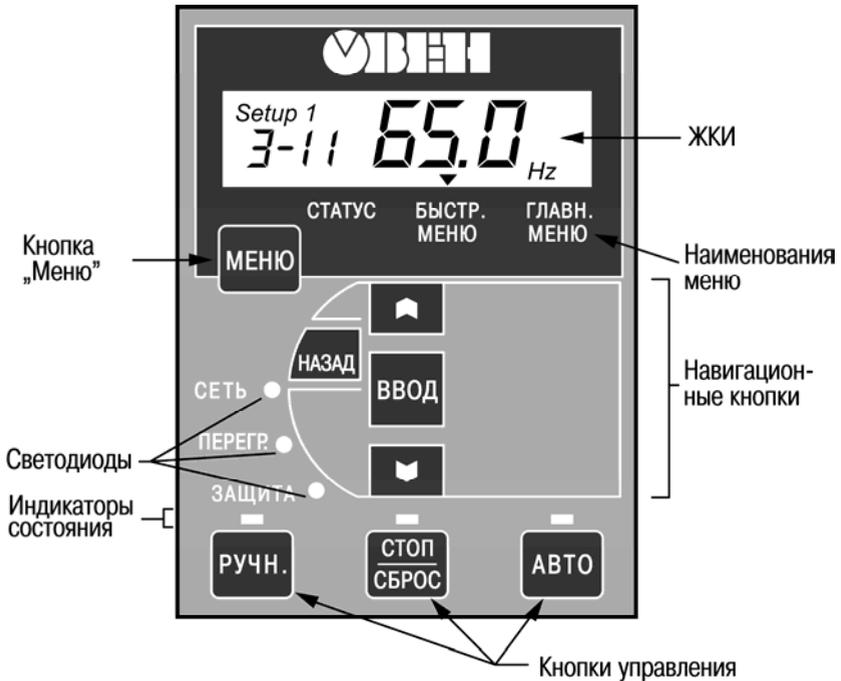
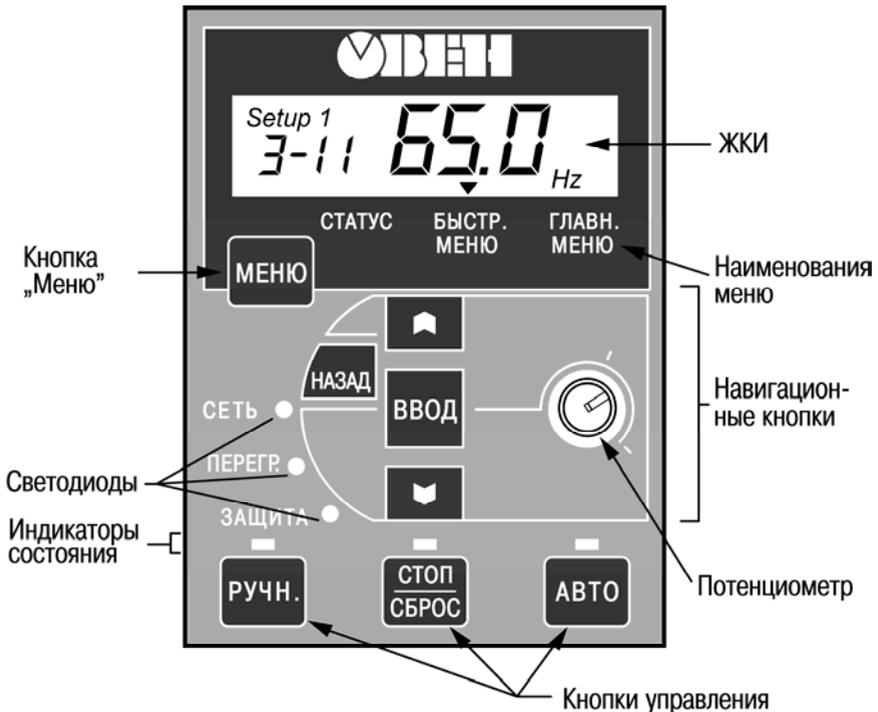

Рисунок 3.1 – ЛПО2 – Локальная панель оператора (без потенциометра) ПЧВ. Элементы индикации и управления
Рисунок 4.1 – ЛПО1 – Локальная панель оператора (с потенциометром) ПЧВ. Элементы индикации и управления
Отсек подключения локальной панели оператора расположен в верхней части лицевой панели прибора (см. рисунок 3.1).
В центре верхней части отсека расположен разъем подключения ЛПО (см. рисунок 3.1); этот же разъем используется для подключения кабеля дистанционного управления прибором (кабель служит для соединения прибора с ЛПО).
4.1.1 ЛПО1 разделена на шесть функциональных зон (см. рисунок 4.1), ЛПО2 (без потенциометра) – на пять функциональных зон (см. рисунок 3.1):